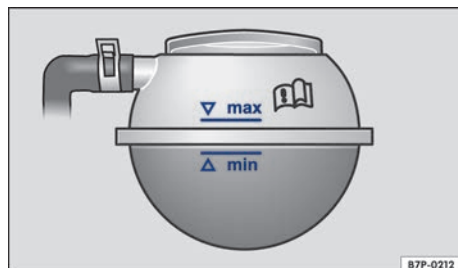

Fig. 278 En el vano motor: depósito de expansión adicional del líquido refrigerante para el circuito de refrigeración de baja temperatura.
en la parte trasera derecha del vano motor, hay otro depósito de expansión → fig. 278 del circuito de refrigeración de baja temperatura en la parte delantera derecha debajo de una cubierta del vano motor → ④.